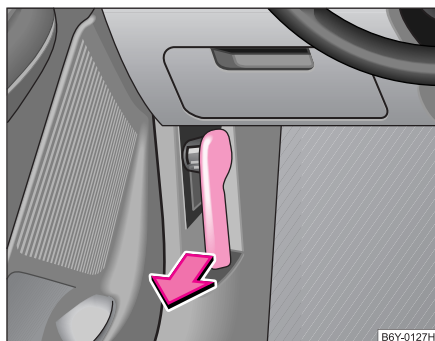

Fig. 138 Palanca de desbloqueo para el capó
- Tire de la palanca de desbloqueo debajo del tablero de instrumentos, lado del conductor ⇒ fig. 138.
- Desbloquee el capó del vano motor ⇒ página 196, fig. 138.